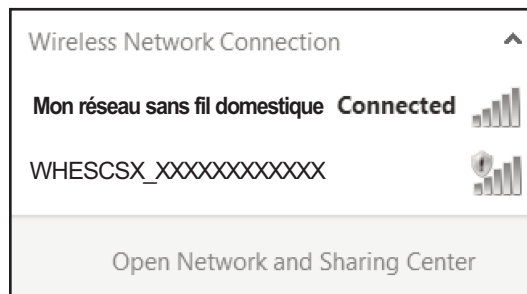

FIG. 20
2. Sur votre appareil (ordinateur portable, tablette ou téléphone intelligent), ouvrez un panneau de configuration des réseaux sans fil pour afficher une liste des réseaux sans fil à portée (voir fig. 20).
6. Sur votre appareil (ordinateur portable, tablette ou téléphone) retournez au panneau de configuration des réseaux sans fil (liste des réseaux à portée) et branchez-vous de nouveau à votre réseau domestique (voir fig. 20).